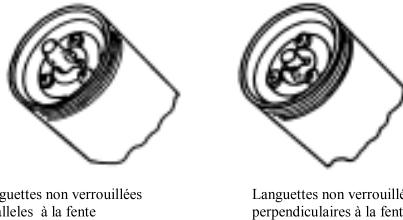

Fig 4
1) «Verrouiller» le poussoir à la tige du poussoir (voir Fig 4).
Important – le poussoir doit être «verrouillé» à la tige (voir fig.4).